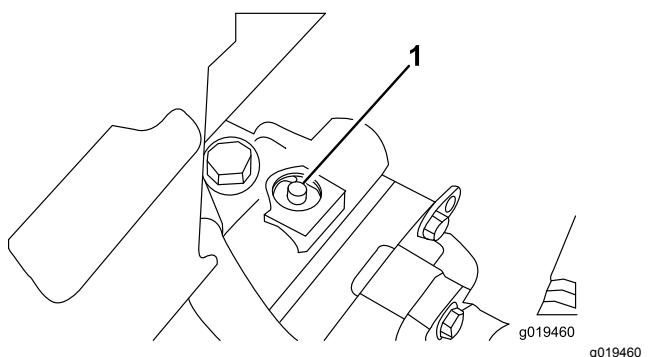

Bild 34
1. Das Sicherheitsventil befindet sich oben an der stufenlosen Pumpe (Bild 34). Drehen Sie das Ventil um 90 Grad, um es zu öffnen, damit Öl intern umgelenkt wird.